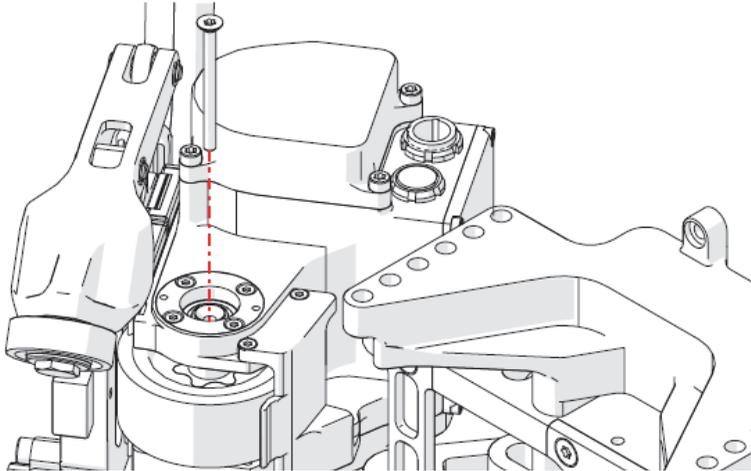

Figure 2-11 Retrait de la vis de l'essieu
12. À l'aide d'un tournevis Torx T20, retirez la vis de l'essieu (Figure 2-11 à la page 99).